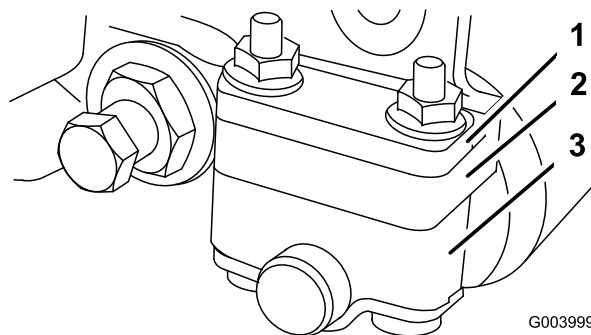
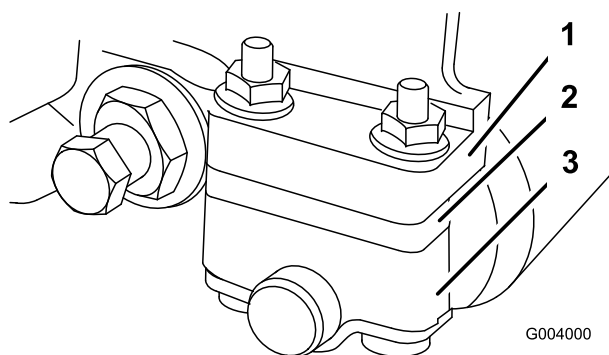

Bild 49
Bild 50
1. Stellen Sie die hinteren Rollenhalterungen (Bild 49 und Bild 50) auf die obere oder untere Position ein, abhängig von dem gewünschten Schnitthöhenbereich.
Schnitthöhenbereich zwischen 3,2 mm und 25,4 mm liegen soll (Bild 50).